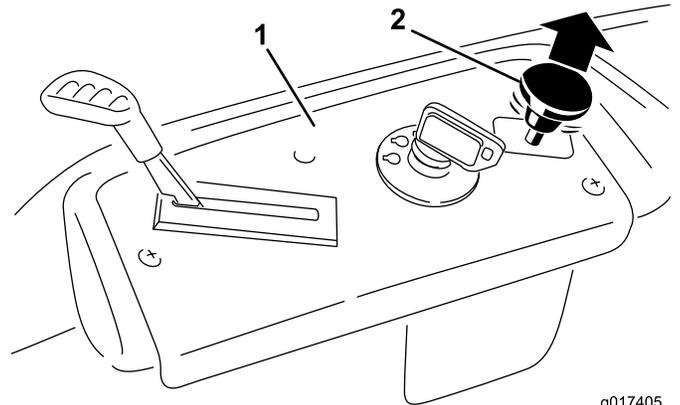

Figura 14
- Puxe o interruptor de controlo da lâmina para o mover para posição On (ligado) e engatar as lâminas (Figura 14).